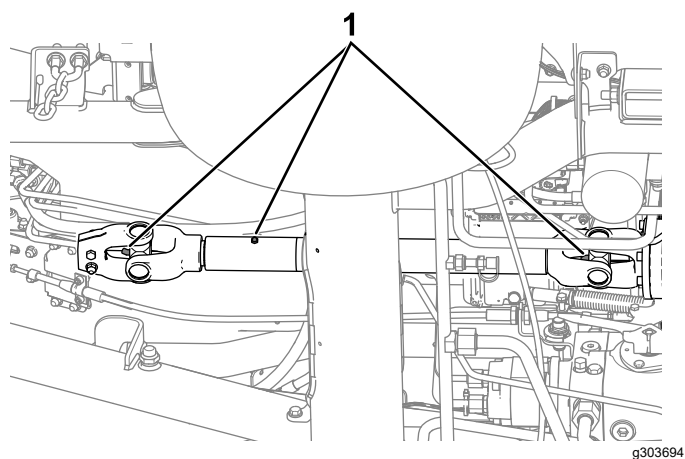

Figure 45
- Arbre d'entraînement de PDF (Figure 45)